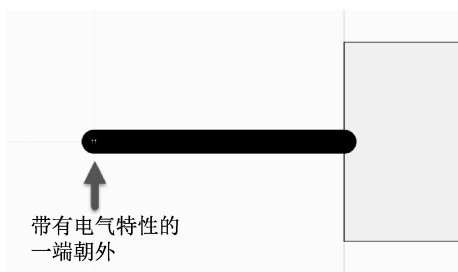
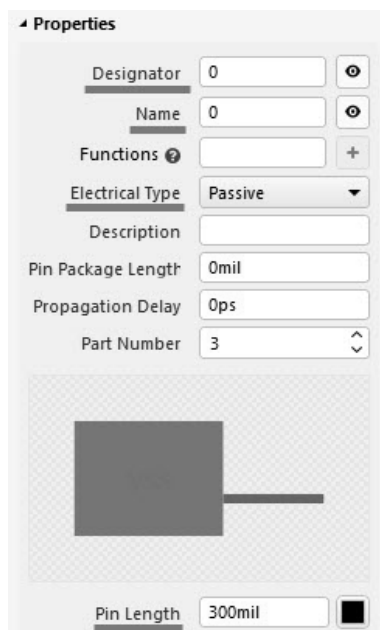

图 3-11 放置引脚
图 3-12 引脚属性编辑面板
(1) 执行菜单栏中“放置”→“引脚”命令, 或单击工具栏中“放置引脚”按钮 , 光标变成十字形状, 并带有一个引脚图标。
(2) 将该引脚移到矩形边框处单击, 完成放置。放置引脚时, 一定要保证具有电气特性的一端, 即带有“×”号的一端朝外, 如图 3-11 所示, 这可以通过在放置引脚时按空格键实现旋转。
(3) 此时仍处于放置引脚的状态, 重复步骤(2)的操作即可放置其他的引脚。
(4) 设置引脚属性。双击需要设置属性的引脚(或在绘制状态下按 Tab 键), 系统将弹出相应的引脚属性编辑面板, 如图 3-12 所示。